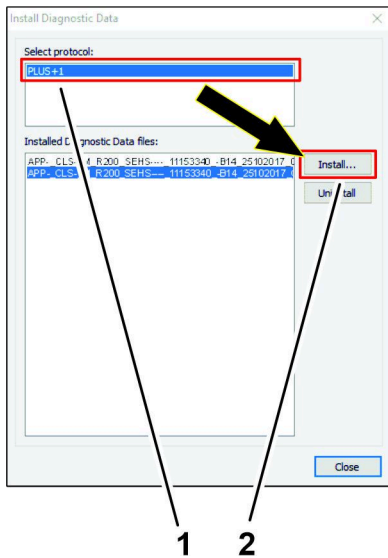

Bild 54
2. Klicken Sie im Installieren-Dialogfeld Protokoll auswählen auf das Symbol PLUS+1, und klicken Sie auf das Symbol INSTALLIEREN (Bild 54).